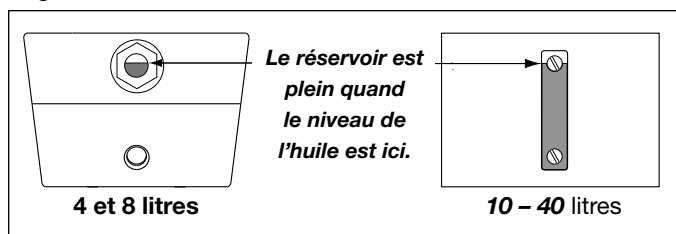

Figure 4, regard
Vérifier le niveau d'huile de la pompe avant sa mise en route. Si le niveau d'huile est bas, enlever le bouchon de remplissage d'huile (A) du capot (voir Figure 2) et ajouter de l'huile si nécessaire. Le réservoir est plein quand le niveau d'huile est comme illustré sur la Figure 4.